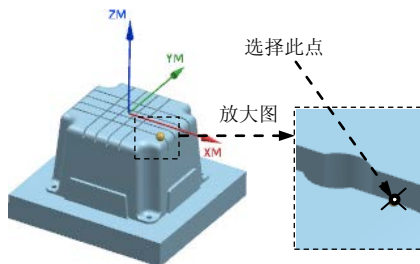

图 20.64 定义参考点
Step2. 在“变换”对话框 下拉列表中选择 平移 选项，在 下拉列表中选择 至一点 选项，然后在图形区选取图 20.64 所示的点为参考点，选取 20.65 所示的点为终止点，在 区域选中 实例 单选项，单击 确定 按钮，完成变换操作。